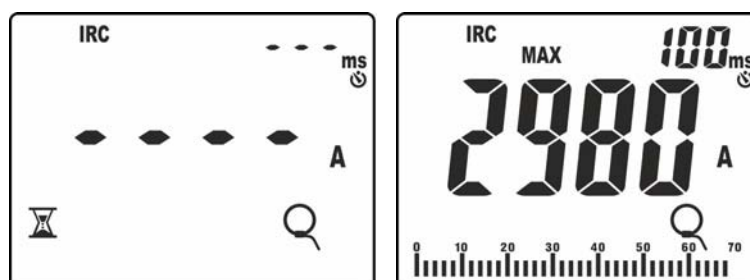

Fig. 43: Reconnaissance événement courant de démarrage
8. Cliquer sur la touche **GO/HOLD** pour activer la fonction. L'instrument se met en attente de la reconnaissance de l'événement (valeur mesurée supérieure au seuil de déclenchement fixé de **1% fond d'échelle pince: ex 30A pour Fond d'échelle = 3000A**) en montrant le symbole « » à l'écran (voir Fig. 43, à gauche)
9. Au moment de la reconnaissance de l'événement, **la mesure s'arrête automatiquement** et l'instrument montre sur l'écran principal, la valeur **Max RMS** calculée sur le temps d'évaluation de **100ms** (par défaut) indiqué dans l'écran secondaire (voir Fig. 43, à droite)